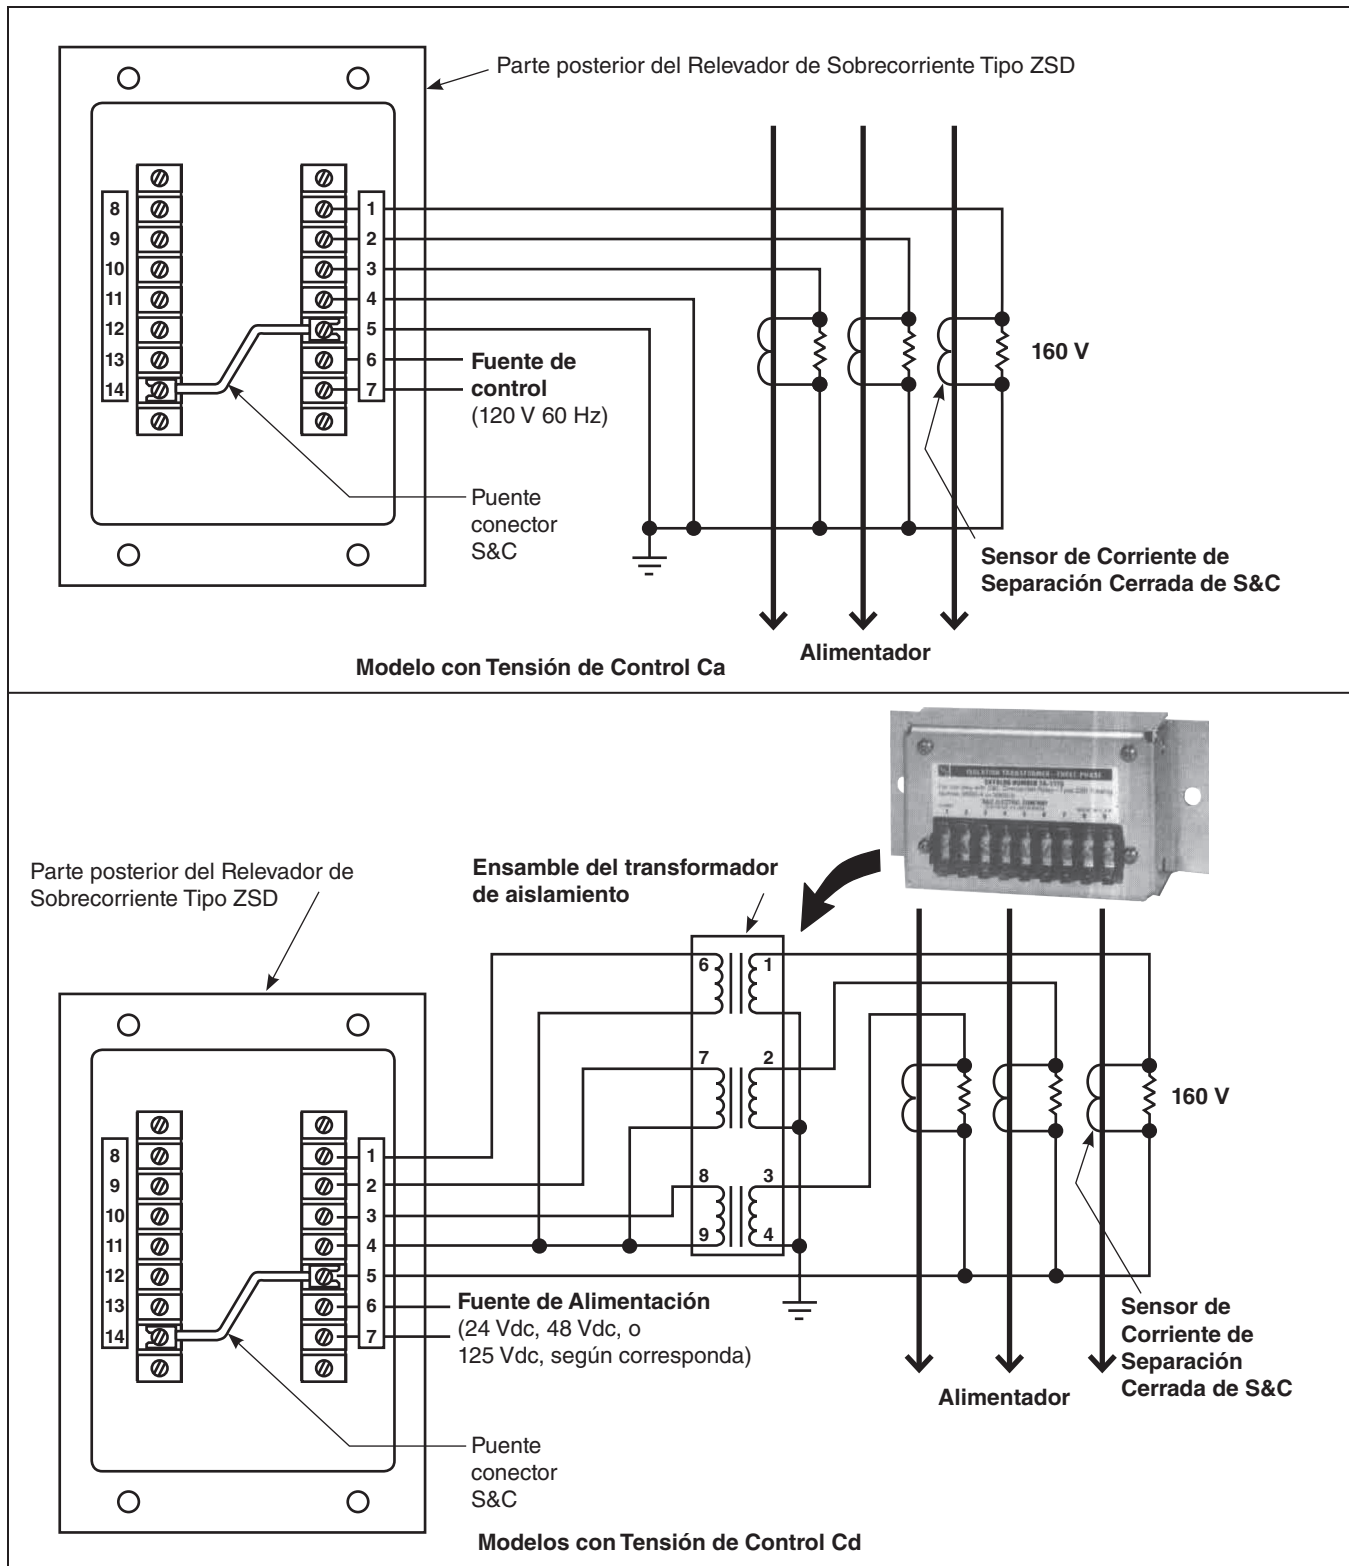

Figura 4. Diagramas de conexión trilineales.
Para el modelo con tensión de control ca: Verifique que los Sensores de Corriente de Separación Cerrada de S&C hayan sido instalados correctamente al medir la resistencia del circuito secundario entre las Terminales 1 y 4, Terminales 2 y 4, y Terminales 3 y 4 en la parte posterior del Relevador de Sobrecorriente Tipo ZSD. Ver Figura 4 (parte superior) en la página 10. Cada una de las mediciones de resistencia debe estar en el rango de los 75 y 95 ohmios.
Para los modelos con tensión de control cd: Verifique que los Sensores de Corriente de Separación Cerrada de S&C hayan sido instalados correctamente al medir la resistencia del circuito secundario entre las Terminales 1 y 4, Terminales 2 y 4 y Terminales 3 y 4 en el Ensamble del Transformador de Aislamiento. Ver Figura 4 (parte inferior) en la página 10. Cada una de las mediciones de resistencia debe estar en el rango de los 65 y 85 ohmios.
2. Quite los cables de salida del sensor de corriente que están fijados a las Terminales 1, 2, y 3 en la parte posterior del relevador. Consulte la Figura 4 en la página 10.